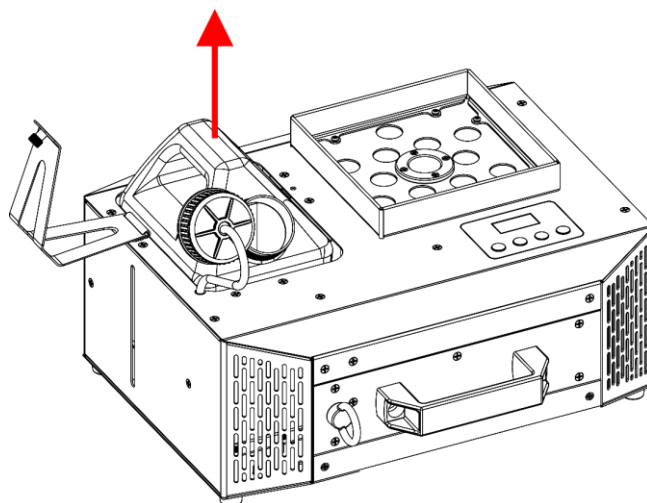

Fig. 31
- 05) Estrarre il **serbatoio del liquido (02)**, come mostrato nella Fig. 31.